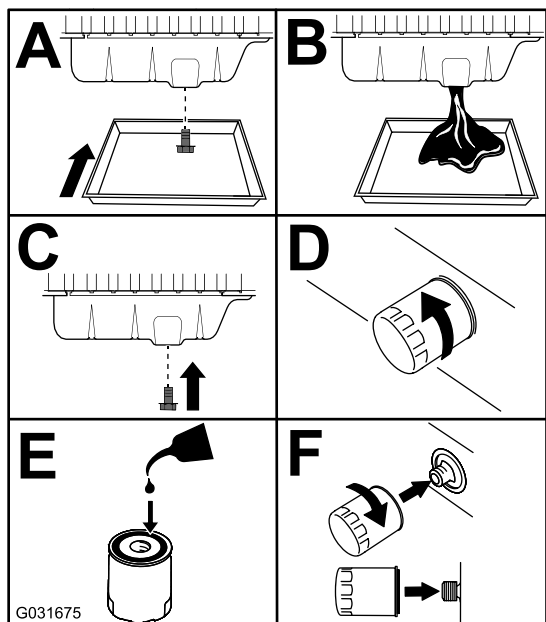

Figura 72
3. Sostituite l'olio motore e il filtro (Figura 72).